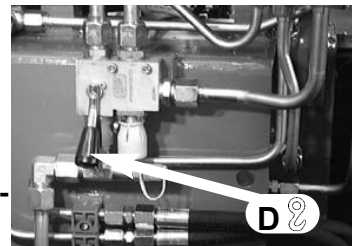

fig. 15a
- Lever **D** Deviator crane - outriggers (? - E/S). Fig. 15a - 15b